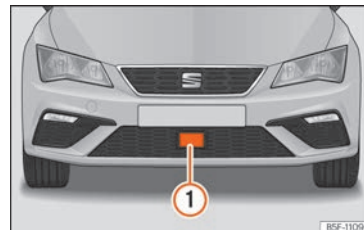

Fig. 275 En el paragolpes delantero: sensor de radar.
Con el vehículo detenido, apague el motor y vuelva a ponerlo en marcha. Realice una comprobación visual del sensor de radar »»» fig. 275. Si sigue sin estar disponible, acuda a un taller especializado para que revisen el sistema.
En el paragolpes delantero va montado un sensor de radar » » » **fig. 275** ①.
• Esta indicación se visualiza si la visibilidad del sensor de radar está mermada debido a fuerte bruma o suciedad. Limpie el sensor »» fig. 275.